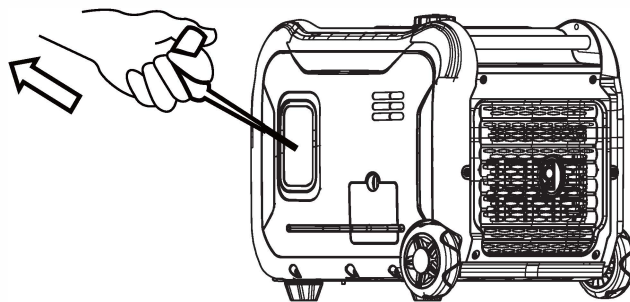

Рисунок 6: Витягніть ручку запуску з генератора
4. Затягніть ручку запуску (див. Рисунок 6), для нормальної роботи генератора.